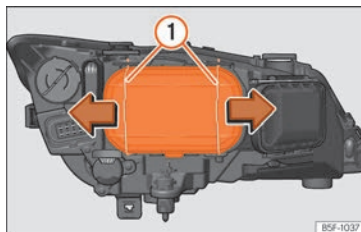

Abb. 106 Abblendlicht
– Verschieben Sie die Streben » Abb. 106 ① in Pfeilrichtung und nehmen Sie den Deckel ab.